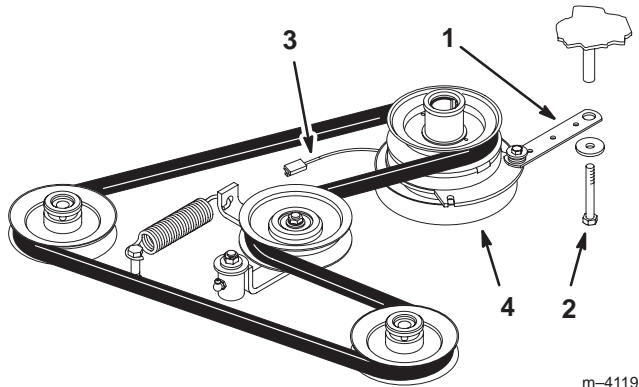

Bild 2
1. Nehmen Sie die Kupplungsbefestigung für die Kupplung ab (Bild 2).
2. Ziehen Sie den Kupplungsstecker ab (Bild 2).
8. Montieren Sie die Kupplungsbefestigung (Bild 2).
9. Stecken Sie den Kupplungsstecker auf (Bild 2).